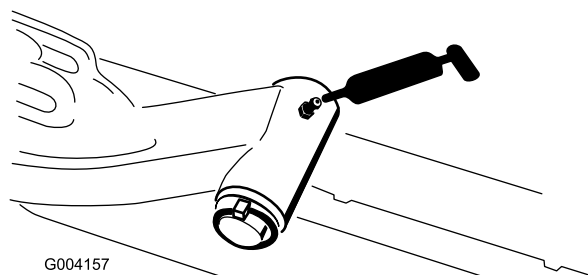

Figura 45
- Alberi di articolazione dei bracci di sollevamento (1 cad.) (Figura 45)